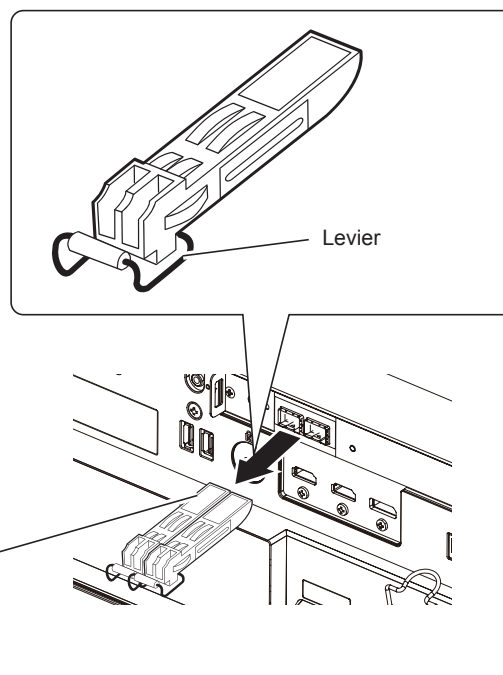

Fig. 2
**3) Retirez le module SFP. (Fig. 2)**